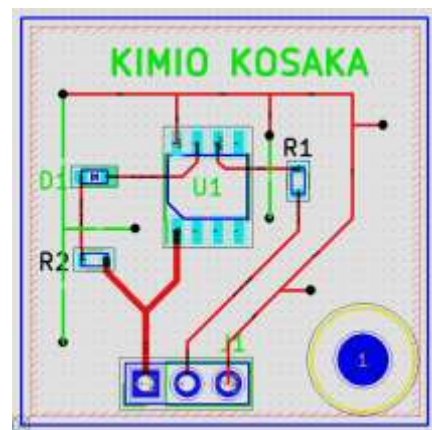

図 10-27
- ① 左ツールバー  「ゾーンの塗りつぶし領域を非表示」を選択します。
- ② 右ツールバー  「配線とビアの追加」を選択し配線レイヤー F.Cu を選択します。
- ③ 配線幅 0.2mm で既存の GND ラインから配線を引き出します。
- ④ 貫通ビアを置きたいところでショートカット V を入力しビアを配置します。図 10-27
- ⑤ 次に配置したい場所まで配線を引き延ばし上記④によりビアを配置します。
- ④～⑤を繰り返して必要な場所に貫通ビアを配置します。
- ⑥ 貫通ビアを配置してビアをダブルクリックすると配置配線を中断することができます。
- ⑦ 貫通ビアを配置し終わったら、もう一度 DRC を実行します。